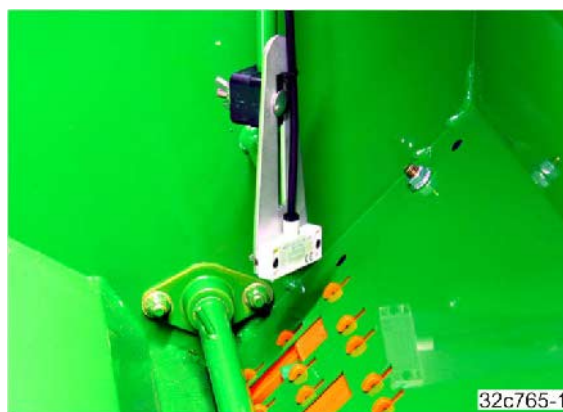

Рис. 122
5. Отрегулируйте высоту установки датчиков уровня заполнения (Рис. 122) в соответствии с нужным остатком посевного материала.